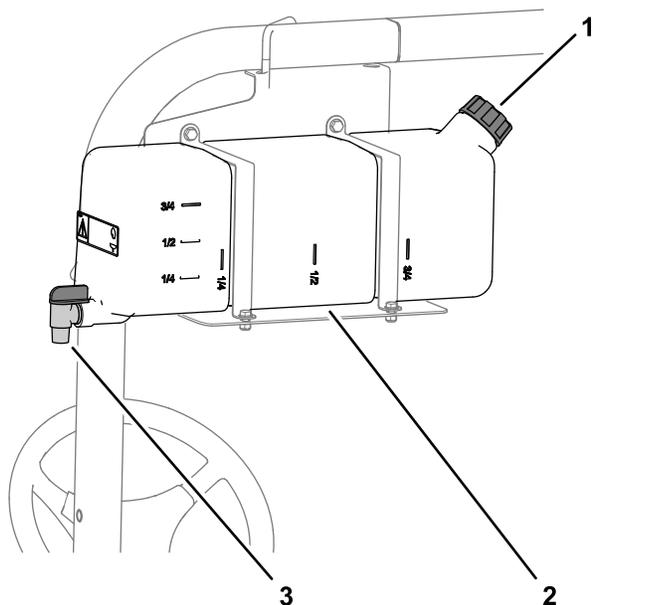

図 18
- タンクに水を入れるには、タンク上面にあるキャップを外し、水を入れて元通りにキャップを取り付けます 図 18。
- コックのレバーをひねれば水が出ます 図 18。